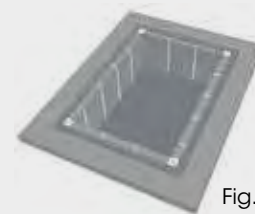

Fig. 3
- 4 Bajaremos líneas verticales por las paredes marcándolas con un cordel coloreado (azulete o similar). Fig. 3
- 4 Mark coloured vertical lines down the side of the walls (blue marking point or similar). Fig. 3
- 4 Tracez vers le bas des lignes verticales sur les parois en les marquant à l'aide d'un cordeau coloré (bleu ou similaire). Fig. 3